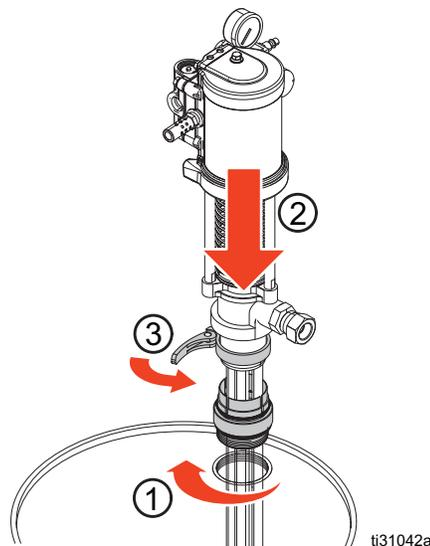

FIG. 8
4. Lubrique el diámetro interno del adaptador de tapón y las roscas de montaje. Compruebe que la junta de estanqueidad esté en su sitio y atornille firmemente el adaptador de tapón en el orificio roscado del tambor. Introduzca la bomba a través del adaptador y bloquéela en su sitio. Vea la FIG. 8.